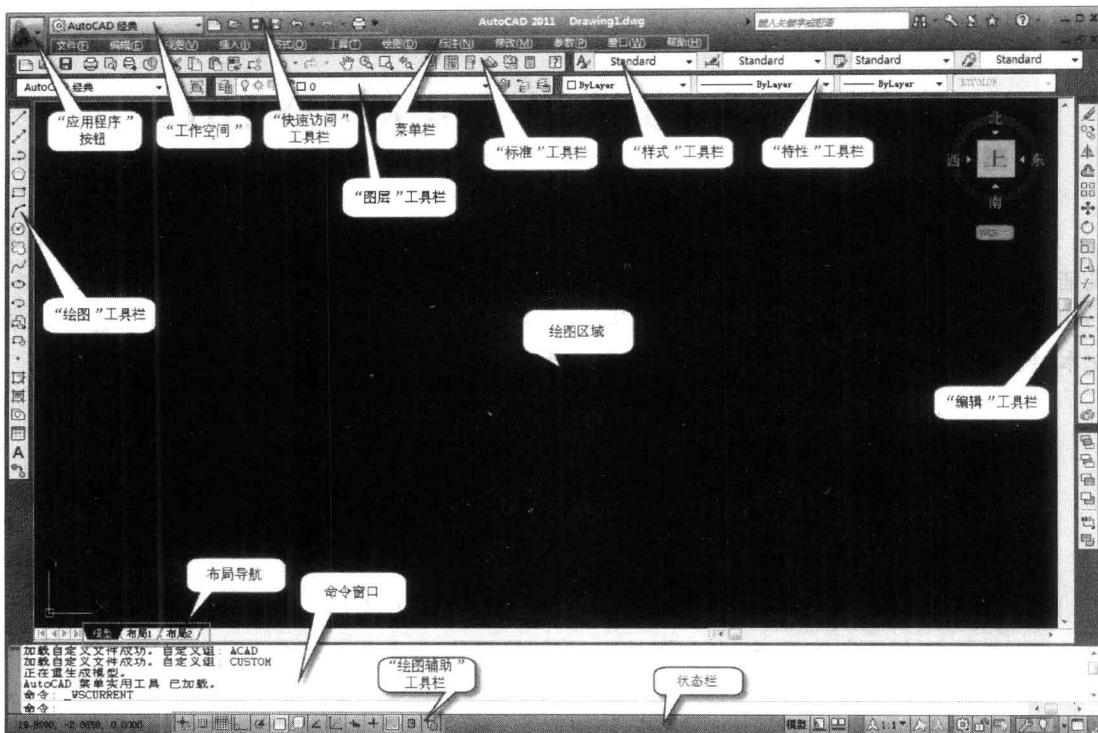

图 1-1 AutoCAD 2011 界面
- (1) 如果供计算机安装 AutoCAD 2011 后桌面上会有 AutoCAD 快捷启动图标 , 双击该快捷图标即可,另外一种启动方法是选择“开始”|“程序”|Autodesk|AutoCAD 2011 即可。
- (2) 通过双击桌面上的 AutoCAD 2011 的快捷启动图标,即可进入 AutoCAD 2011 界面窗口。下面分别认识界面窗口中的各个组成部分(为了便于之前版本的学习,我们将“工作空间”切换到“AutoCAD 经典”进行介绍),如图 1-1 所示。